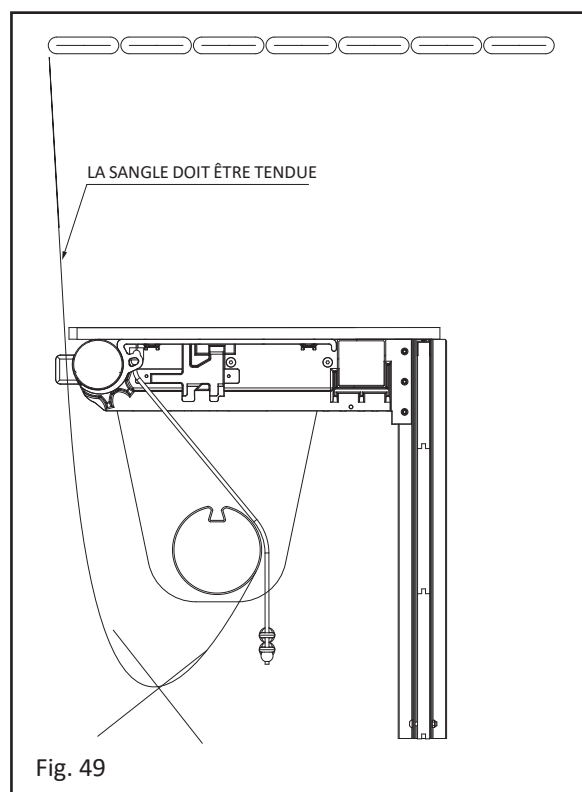

Fig. 49
- Chose à ne pas faire (Fig. 49).